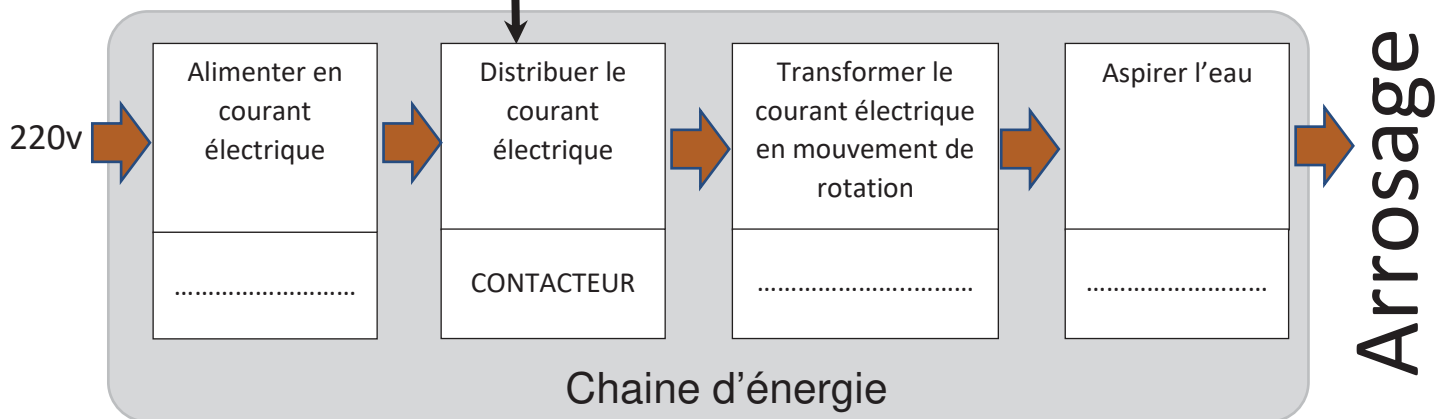

Figure 2
3. A partir de l'analyse de la figure 1, complète la figure 2 ci-dessous en associant un composant matériel à chaque fonctionnalité.